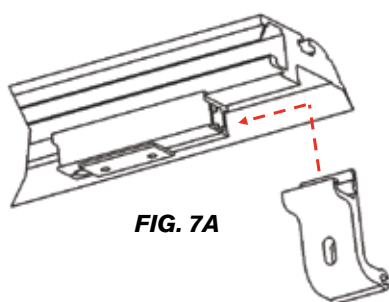
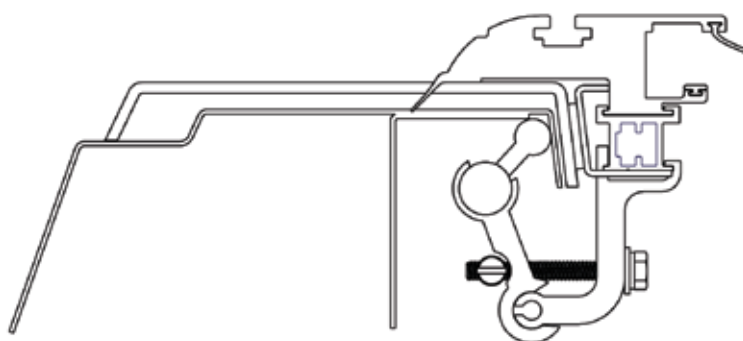

FIG. 7A
FIG. 7D
- Fixer les rails à la caisse au moyen de deux brides par rail. Glisser à bloc la bride sur la coulisse, contre le support de calage (Fig. 7A et 7B). Poser ensuite les bras de pivot arrière (Fig. 7D ci-dessous).